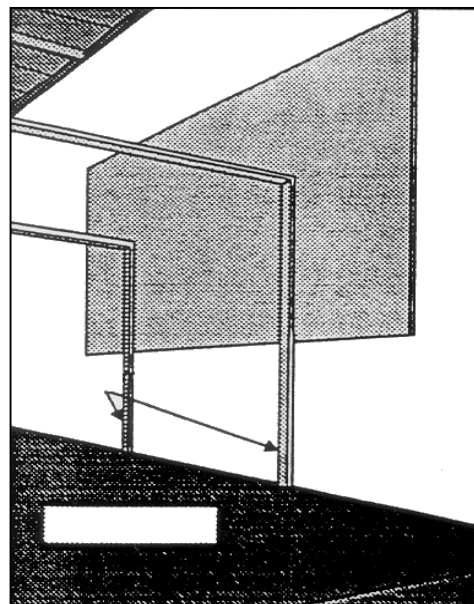

Fig. 2
3. Veillez à toujours exercer une pression suffisante (panneau de contre-pression si la toile n'est pas assez tendue) lorsque vous posez le film sur le support en insistant sur les bords. Employez à cet effet une raclette munie d'une enveloppe de protection SA-1 afin d'éviter des rayures sur le film (fig.2).